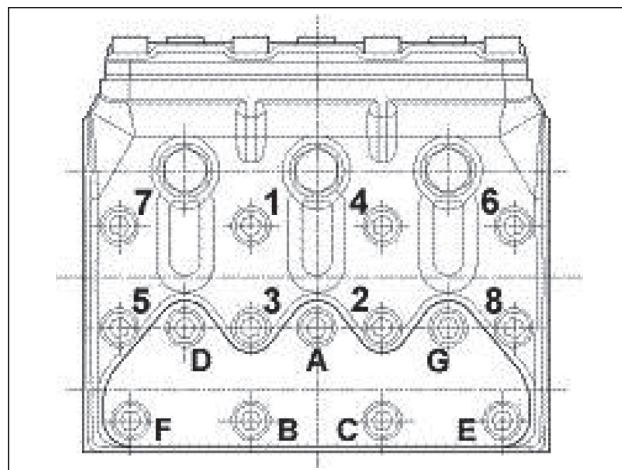

Fig. 24
- ** Os parafusos de fixação devem ser apertados com chave dinamométrica lubrificando abaixo do cabeçote, respeitando a ordem da Fig. 24.
- *** Os parafusos de fixação das coberturas da válvula devem ser apertados com chave dinamométrica, lubrificando abaixo do cabeçote, respeitando a ordem da Fig. 24.